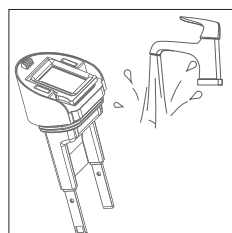

Fig. 17 – Nettoyer le bouchon
- ▶ Nettoyez le bouchon du réservoir à l'eau courante (**voir Fig. 17**).